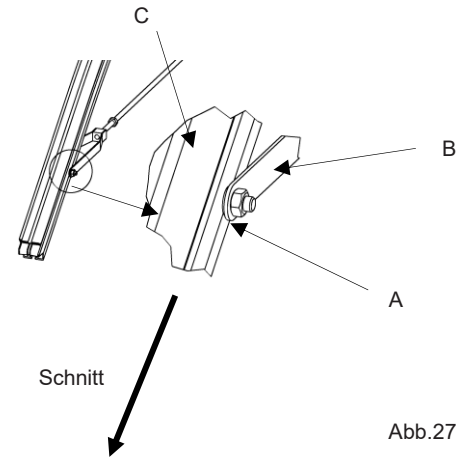

Abb.27
Die U-Scheiben (A) zwischen den Spanngabeln (B) und Randsprossenprofilen (C) positionieren! (Abb.27/28)